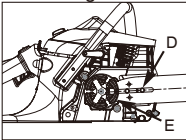

Fig. 3C
6. Placera sågsvärdets ände med spåret över svärdsbultarna (D). Skjut svärdet bakom kopplingstrumman (E) tills svärdet stoppar. (Fig. 3C)